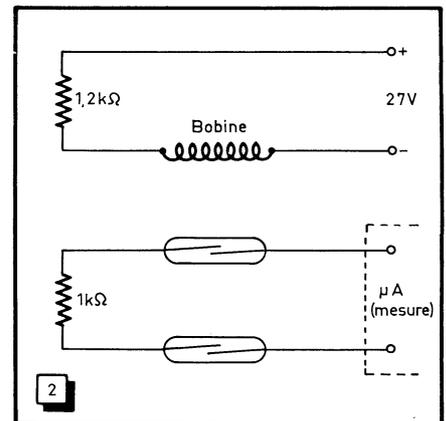

Fig. 2. — Circuit de mesure des relais à bas niveau.
1. — Force électromotrice thermoélectrique parasite créée par le relais lui-même : 7 μ V max. Les deux contacts bas niveau montés en série avec une résistance de 1000 Ω simulent la ligne et le capteur (bobine en service à travers une résistance de 1200 Ω , alimentation 27 V, fig. 2) ;
Mais il existe des appareils où, sur certaines gammes, les fréquences augmentent de droite à gauche, ce qui ne change en rien le principe d'utilisation. La photo de la figure 2 représente un autre exemple de marquage, aussi fréquemment utilisé. Les « pips » de grande amplitude y correspondent aux dizaines de mégahertz, et les petits « pips » aux unités. Le plus souvent, une commutation appropriée permet de supprimer ces derniers. Sur la courbe de la figure 2, qui est celle du canal 12 français, le grand « pip » de droite correspond à 210 MHz et celui de gauche à 200 MHz.
apparaître une courbe telle que celle de la figure 2, par exemple, avec une marge suffisante à droite et à gauche pour un examen commode de tous les détails, il est nécessaire de disposer d'une excursion de quelque 20 MHz. Cela fait que certains appareils étrangers, prévus à l'origine pour l'examen des courbes dont la largeur maximale ne dépasse guère 5 à 6 MHz, se révèlent parfois un peu « jeunes » si on les utilise pour le standard français.
Fig. 2. — Ensemble d'une courbe de réponse globale, H.F. + F.I., correspondant au canal F 12, avec marquage en dizaines de mégahertz (grands « pips ») et en mégahertz.
l'échelle normale, peu visibles, comme le « pied » gauche de la courbe de la figure 2, par exemple. Sur la photo de la figure 4, on peut voir comment se présente alors le creux de réjection, et il est bien entendu possible de l'étaler encore plus.